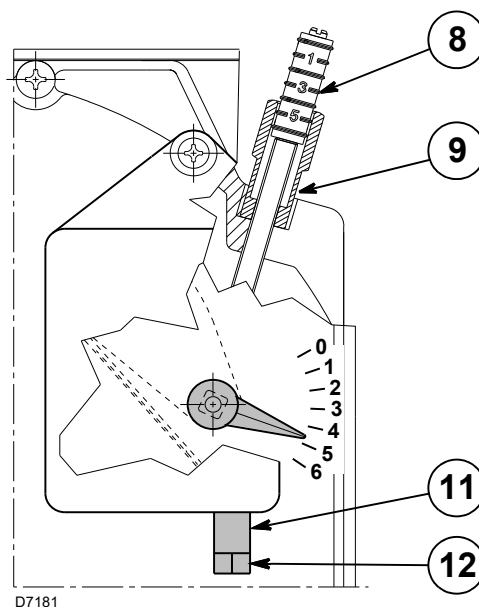

Fig. 15
Il primo avviamento deve sempre essere effettuato, agendo sulla vite 12)(Fig. 15), in modo che l'indice della posizione serranda aria di 1° stadio sia superiore a tacca 1, (taratura di fabbrica tacca 1).
- Allentare il dado 9) e agire sulla vite 8)(Fig. 15) per regolare la portata di aria di 2° stadio (vedi valori di CO₂ riportati nella Tab. T).
- Regolare il 1° stadio agendo sulla vite 12) dopo aver allentato (*sensu orario*) il dado 11)(Fig. 15) facendo riferimento alla tabella sottostante per i valori di CO₂.
- Una volta raggiunta la regolazione ottimale bloccare (*sensu antiorario*) il dado 11)(Fig. 15). All'arresto del bruciatore, la serranda aria per effetto del suo peso, si chiude automaticamente, fino ad una depressione massima al camino di 0,5 mbar.